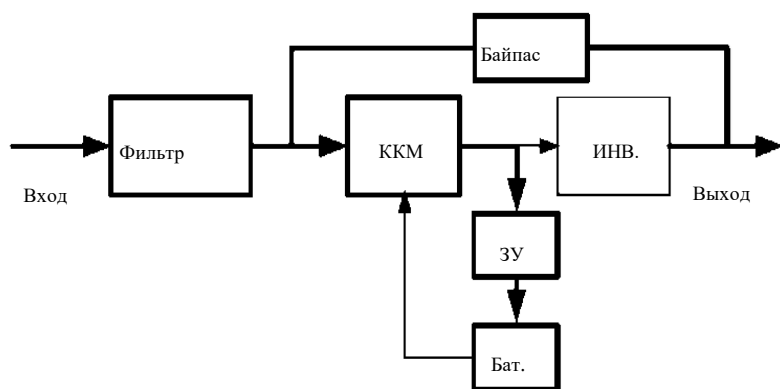

Рисунок 4.2 – Режим байпаса
4.3.1 Если инвертор выйдет из строя или перегрузится, ИБП перейдет в режим байпаса. Или нажать «◀» + «▶», чтобы перейти в режим байпаса в обычном режиме. Нагрузка запитана непосредственно входной мощностью, и ИБП не может защитить нагрузку от перенапряжения (рисунок 4.2).